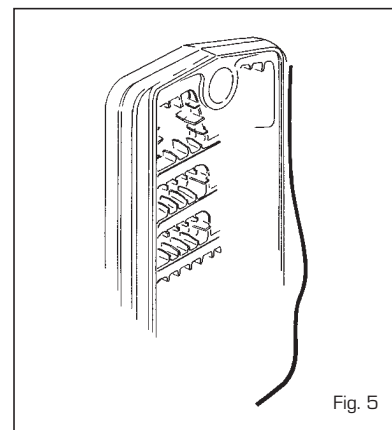

Fig. 5
- doe de pleisterkalkstreng (fig. 5) in de gleuf voor de rookgasafdichting en oefen er een lichte druk op uit;